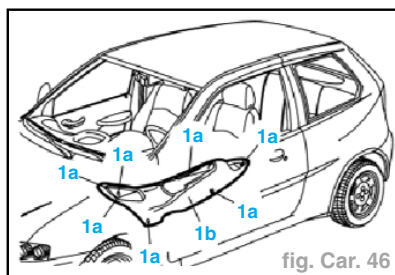

fig. Car. 46
- Dévisser les vis de fixation (1a) et enlever le revêtement de tunnel (1b) (fig. Car. 46).